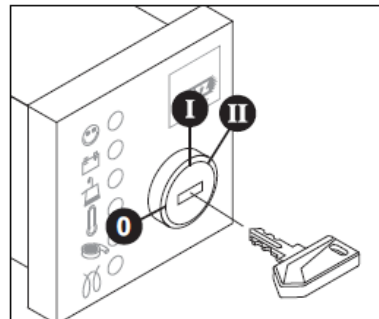

Abb. 50 – Schaltschrank
- Den Schalter in die Stellung I verstellen (siehe Abb. 50).